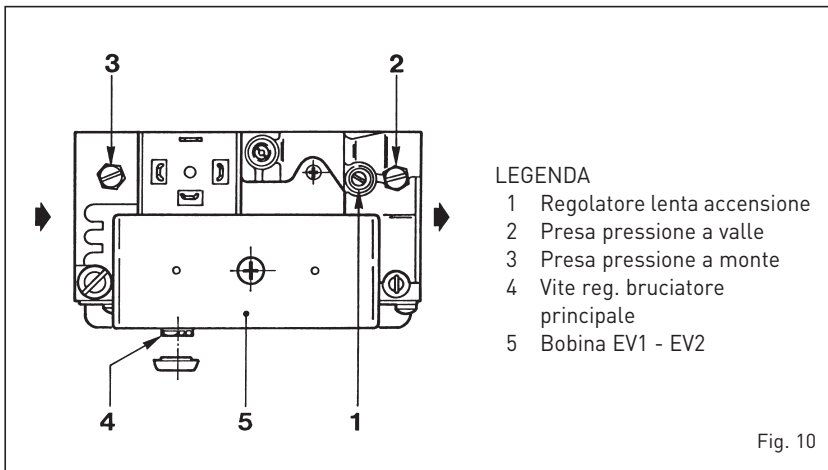
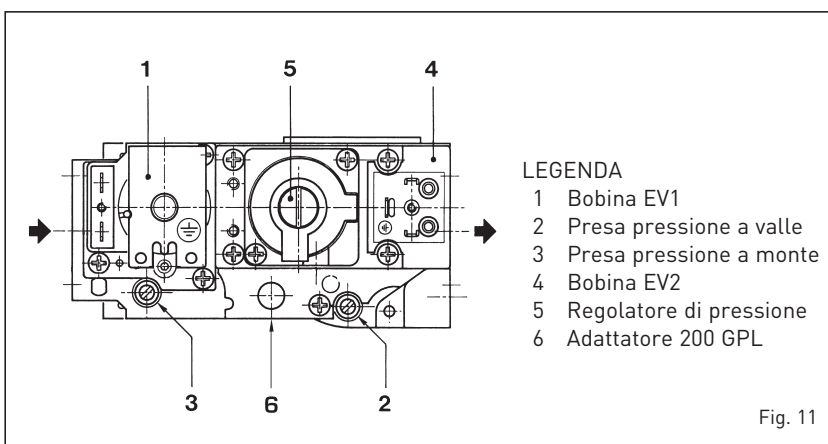

Fig. 10
Fig. 11
Le caldaie **RX 19-26** sono prodotte di serie con la valvola gas SIT 830 TANDEM (fig. 10).
Le caldaie **RX 37÷55** montano di serie la valvola gas HONEYWELL VR4605C (fig. 11).
tore di pressione e avvitare a fondo la vite di regolazione (4 fig. 10 - 5 fig. 11).
- Montare sulla valvola l'adattatore (6 fig. 11).